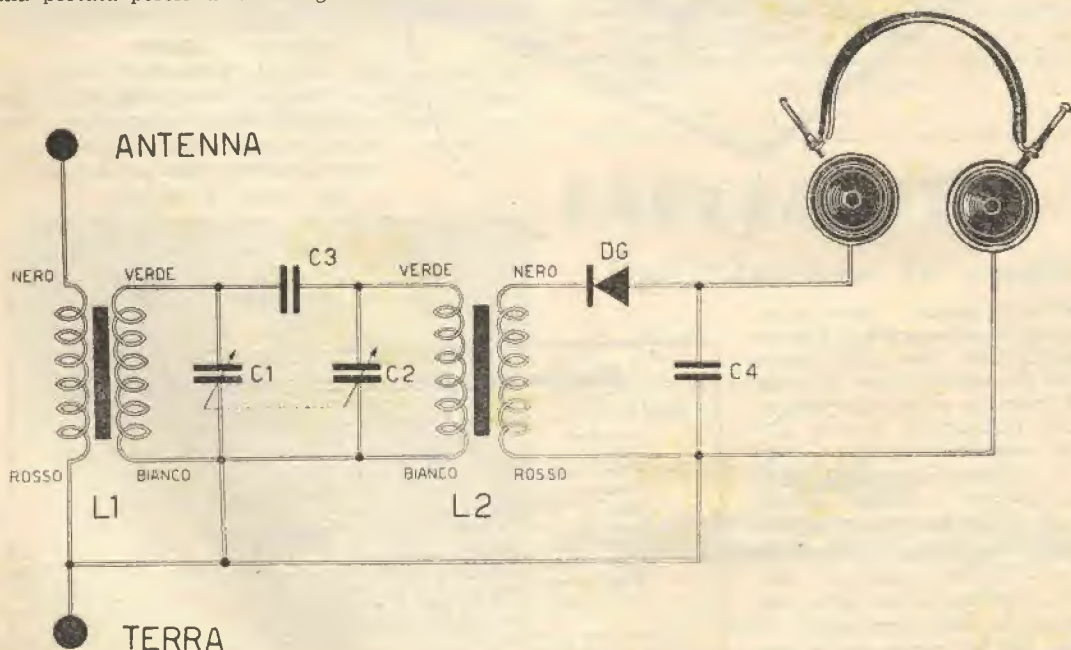

Fig. 1. — Schema elettrico del ricevitore.
La lente si fissa parallelamente a quella dell'obiettivo, facendo uso di un collare, applicato come si vede in fig. 1 dopodichè, si cercherà di stabilire la distanza focale.
Fig. 1. — Per ottenere macrofotografie, occorre applicare davanti all'obiettivo, una lente supplementare. Per fissarla si farà uso di un piccolo collare facilmente realizzabile.
La lente si fisserà parallela a quella dell'obiettivo, facendo uso di un collare, applicato come si vede in fig. 1 dopodichè, si cercherà di stabilire la distanza focale.
La fig. 1 presenta lo schema elettrico del circuito. L1 ed L2 sono due bobine a nucleo ferromagnetico che potranno essere tolte da due vecchi gruppi Alta Frequenza, oppure acquistate presso la *Ditta Forniture Radioelettriche - Casella Postale N. 29 - Imola* richiedendo quelle che noi stessi abbiamo utilizzate e cioè le bobine 021 della Microdyn. I quattro terminali di ognuna di esse sono colorati in Nero, Rosso, Verde e Bianco, indicati sullo schema pratico rispettivamente con le lettere: N, R, V e B.
**Fig. 1. — La tabella indica le varie sensibilità delle diverse pellicole e quella dell'occhio umano. Si noti la maggiore sensibilità dei tre tipi di pellicole infrarosse.**